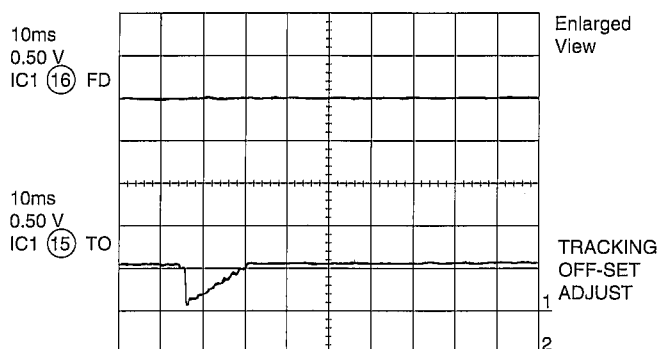

Figure 23-2
2. Tracking offset (Fig. 23-2)
2. décalage d'alignement (Fig. 23-2)